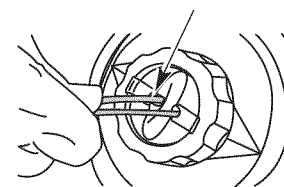

Fig. 17
- Tome los 16 pies (3.2 m) de la línea de repuesto de 0.095 pulg. (2.41 mm) y pase sus dos extremos a través de los orificios de la perilla percusiva hasta que salgan por los ojetes a ambos lados del cabezal de corte. Siga pasando la línea hasta que se vean aproximadamente 6 pies (1.5 m) a ambos lados del cabezal de corte. (Fig. 17)